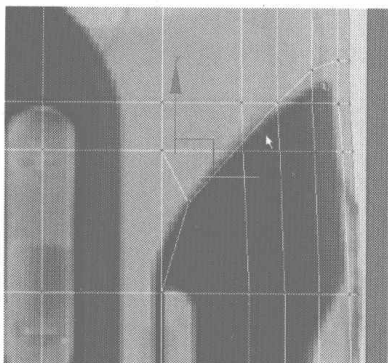
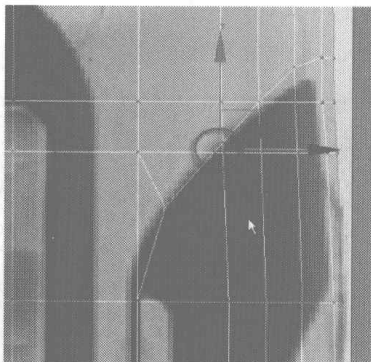

图 4.33
图 4.34
- 21** 在 Left 视图中继续添加如图 4.33 所示的细分线, 然后框选如图 4.34 所示的节点, 单击右键, 在弹出的快捷菜单中选择 Collapse 命令, 将节点塌陷。